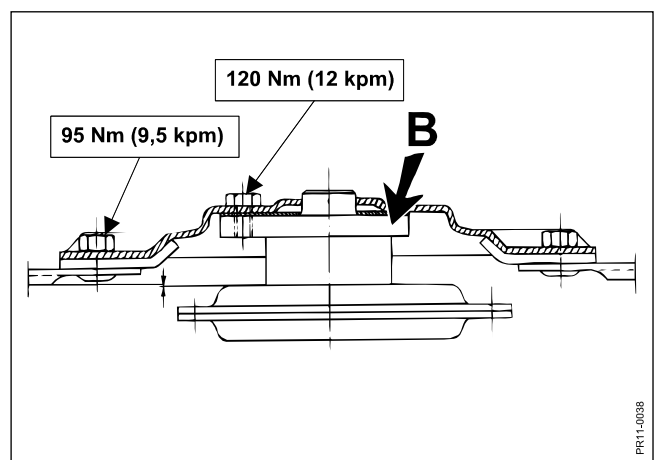

Fig. 5-12
- Fig. 5-12** Säkerställ att bultarnas åtdragning är den som visas.